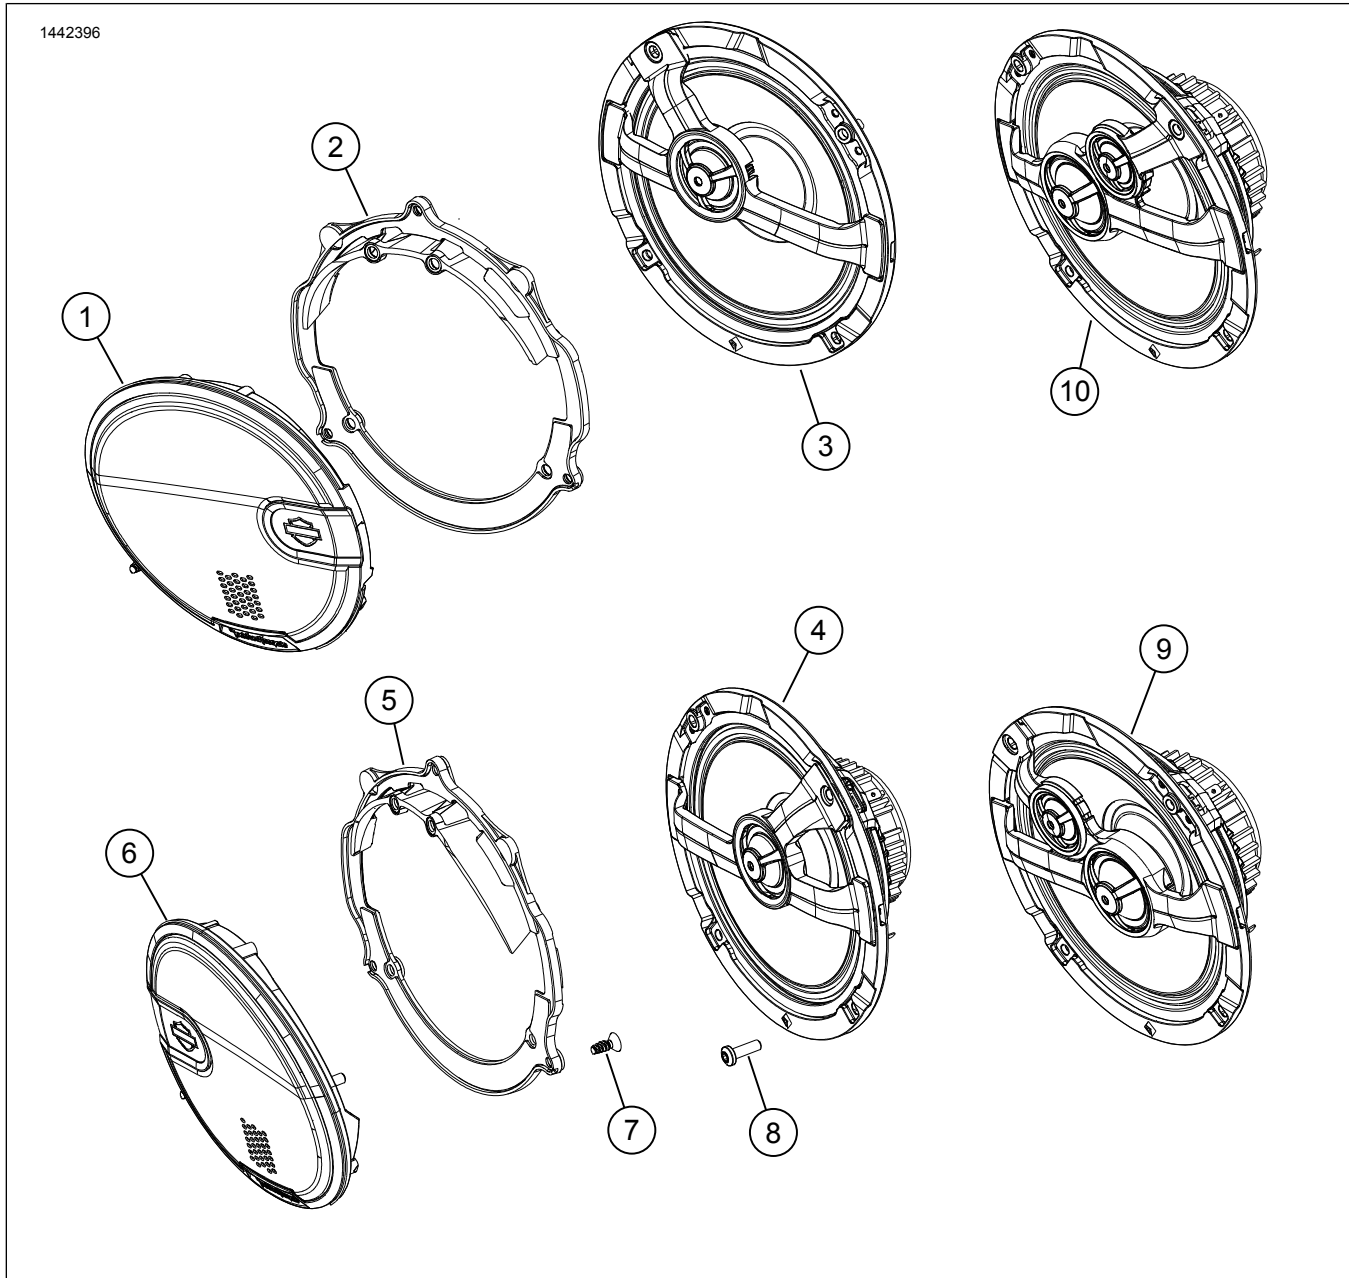

Рисунок 4. Запасные части, комплект динамика Voorn! Audio 6.5 в переднем обтекателе
См. Рисунок 4 . **Новые** решетки динамика имеют боковую ориентацию. Логотипы *Bar and Shield* направлены к внутренней стороне.
1. См. рис. 4. Установите правильную сборку решетки динамика (1 или 6).
2. См. рис. 4. Установите динамик (3, 4 или 9, 10) в корпус.